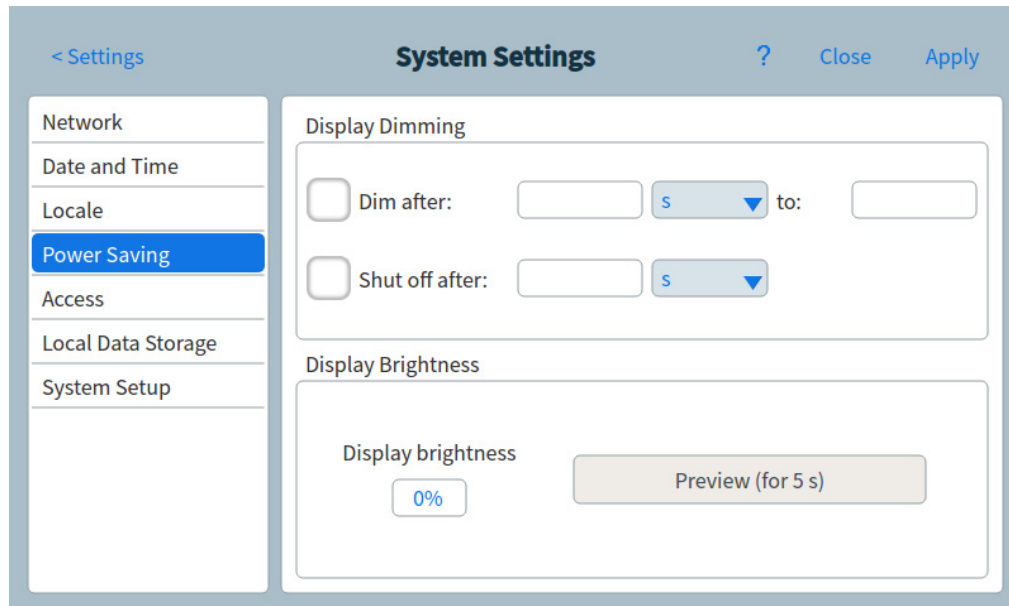

Figura 59. Pagina risparmio energia
- 1 Dalla pagina System Settings, selezionare il tasto di selezione **Power saving**. Comparire la pagina Power Saving. Consultare **Figura 59**.